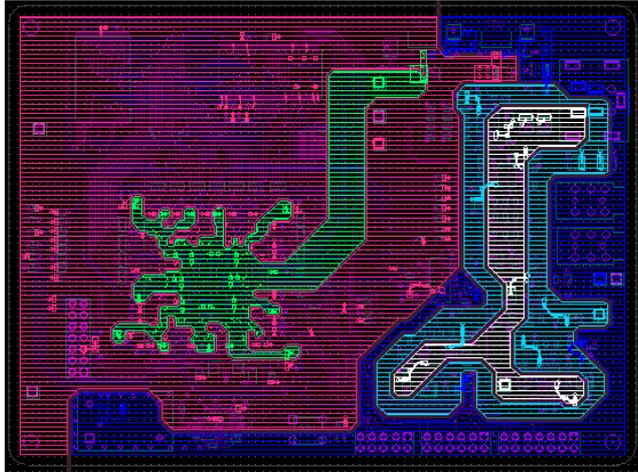

图 9-23 完成分割后的铜皮
(24) 选择 VCC12VP，为当前高亮显示的铜皮赋予网络名。
(25) 为每一块铜皮赋予正确的网络名，完成分割后的铜皮如图 9-23 所示。